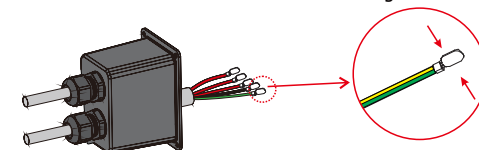

Figure 4.3-5 Installation des bornes de raccordement AC
Étape 3. Fixez la borne de raccordement AC sur le câble. Voir Figure 4.3-5.